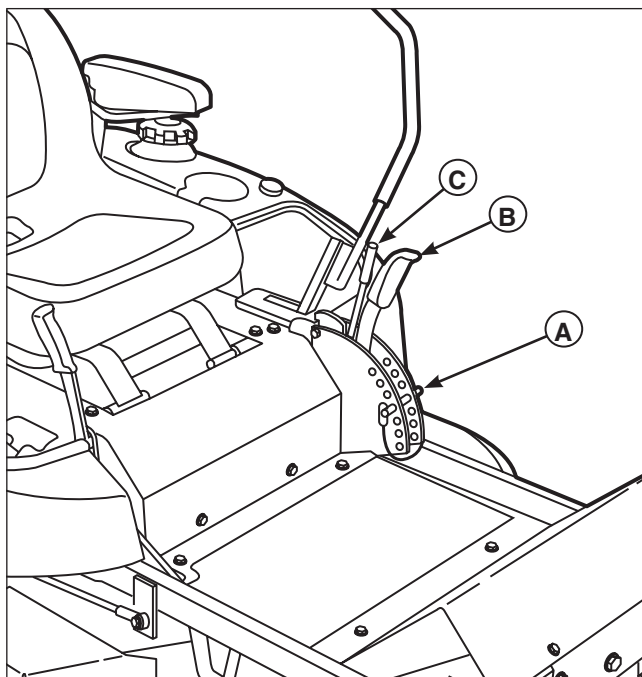

Figure 17. Réglage de la hauteur de coupe
La goupille de réglage de la hauteur de coupe (A, Figure 17) contrôle la hauteur de coupe de la tondeuse. La hauteur de coupe est réglable entre 3,8 cm (1-1/2") et 11,4 cm (4-1/2"). Le fait de tirer le levier complètement vers l'arrière verrouille la commande en position de transport.
1. Tirer complètement vers l'arrière le levier de réglage (B, Figure 17) jusqu'à ce qu'il se verrouille en position de transport.
2. Enlever la goupille de réglage de la hauteur de coupe (A) et l'insérer dans le trou désiré.
3. Tirer de nouveau sur le levier de réglage (B), presser le levier de relâchement de transport plus petit (C), et permettre au levier de se déplacer vers l'avant jusqu'à ce qu'il soit supporté par la goupille de réglage de hauteur de coupe (A).